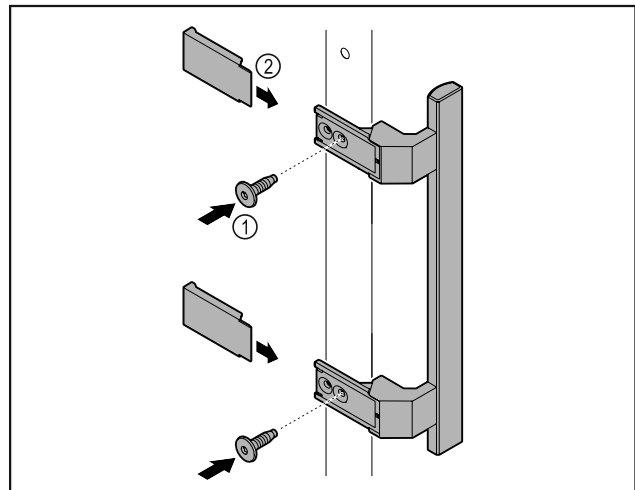

Fig. 49
- ▶ Griff aus dem Beipack mit den beiliegenden Schrauben Fig. 49 (1) an der Tür anbringen.
- ▶ Abdeckung Fig. 49 (2) aufsetzen.